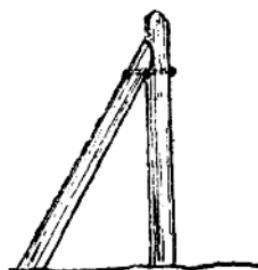

图22
2. 如果受地形的限制，既不能装置拉线，也不能做高拉椿时，可改装撑木，如图22所示。撑木的位置应在拉线的反侧。